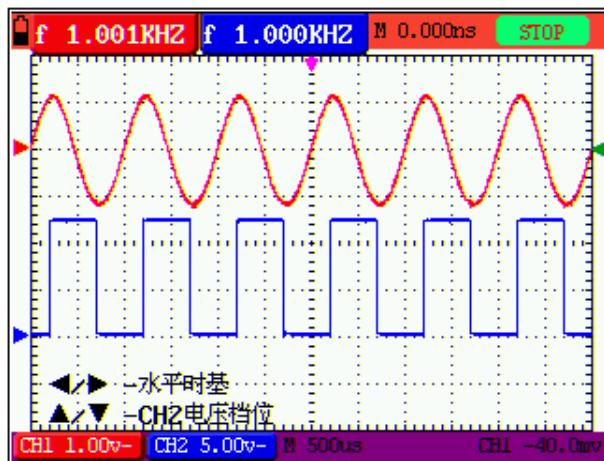

图 13：屏幕锁定
- 再按 **RUN/STOP** 键，示波器恢复测量。见图 13：